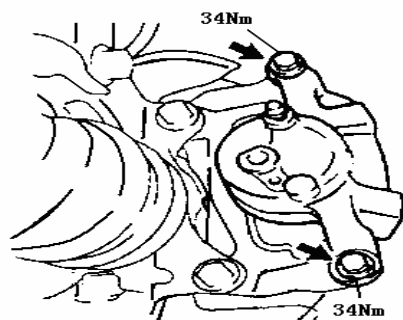

图 3-21
(1) 用2个螺栓安装前盘式制动分泵, 如图3-21所示。拧紧力矩:  $34\text{N} \cdot \text{m}$ 。
(2) 用接头螺栓安装新垫片和软管, 拧紧力矩:  $30\text{N} \cdot \text{m}$ 。注意: 要将软管可靠地紧固在制动分泵的锁止孔内。